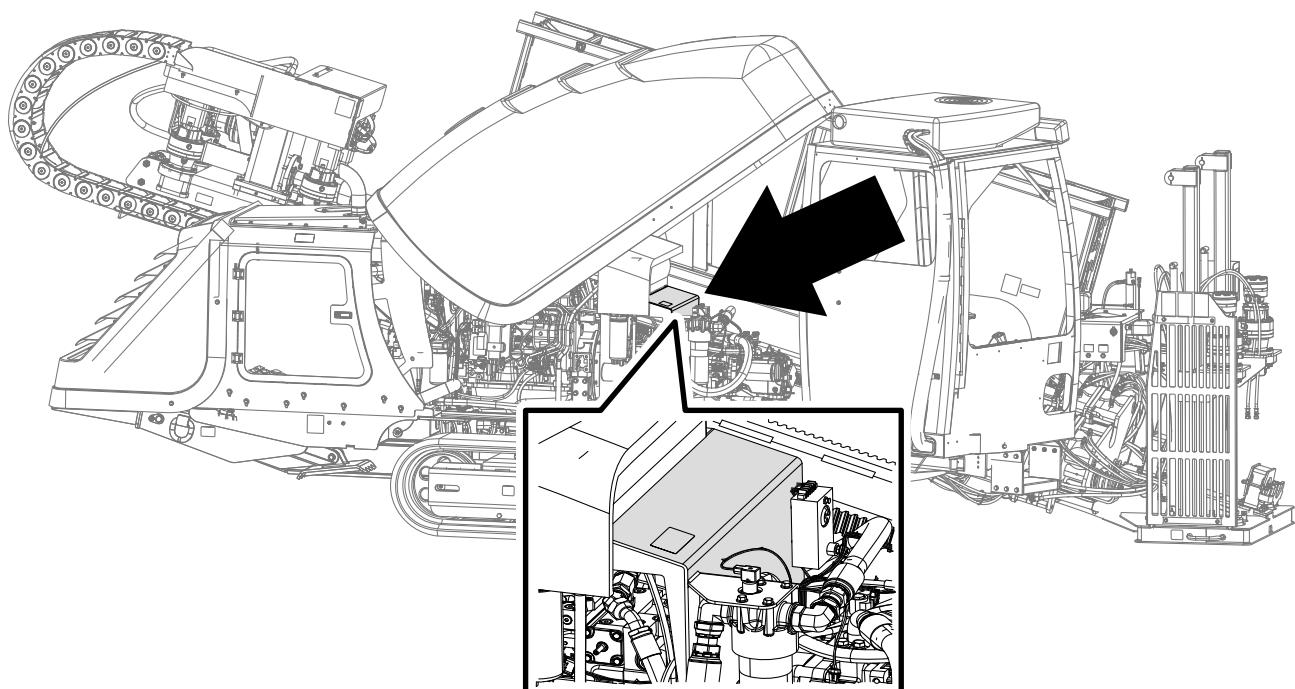
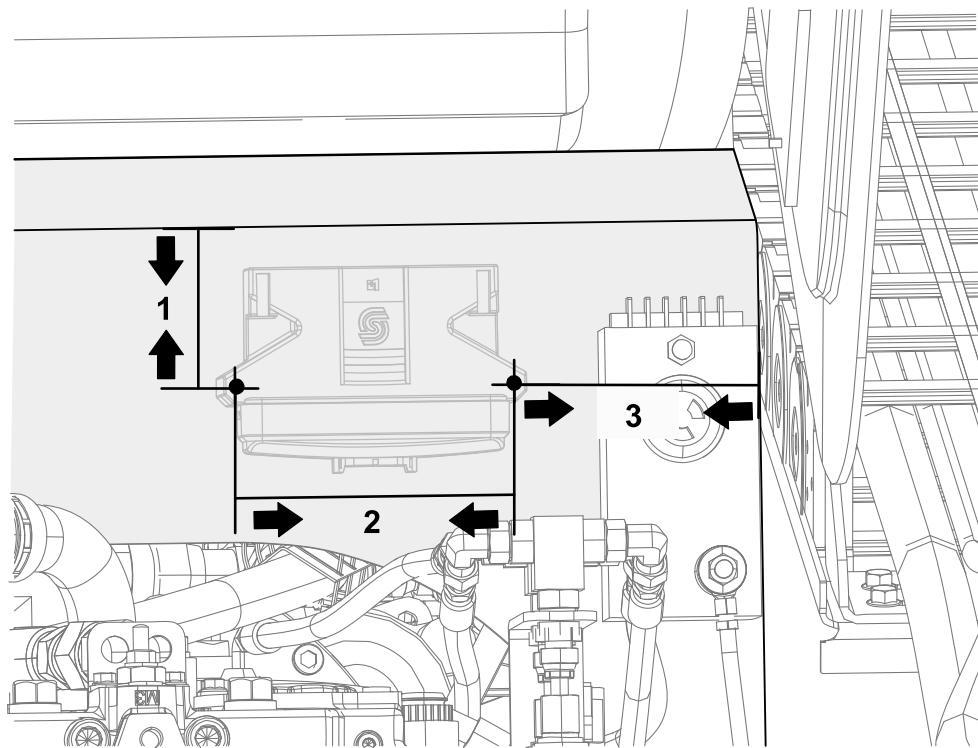
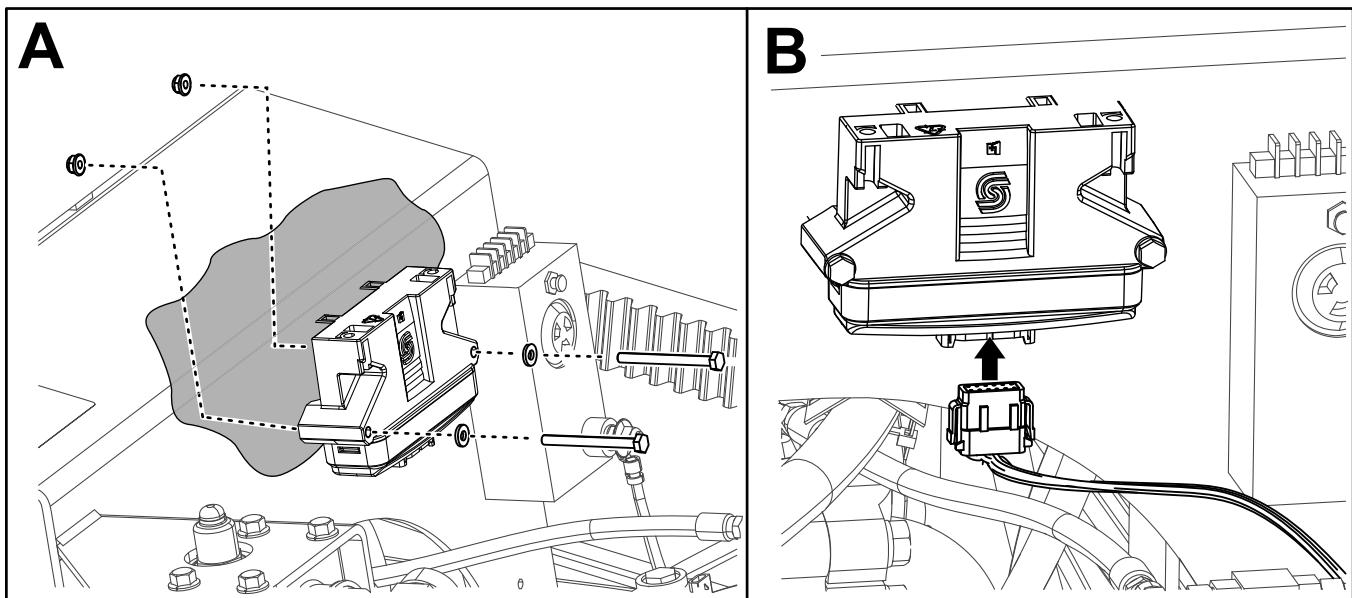

Bild 2
Bild 3
Bild 4
- Bohren Sie anhand den in Bild 3 aufgeführten Abmessungen zwei Löcher in die Abdeckung (Bild 2).
- Befestigen Sie den Mikroprozessor mit zwei Schrauben ($\frac{1}{4}$ " x $2\frac{3}{4}$ "), zwei Unterlegscheiben und zwei Muttern ($\frac{1}{4}$ ") an der Abdeckung (Bild 2), wie in Kasten A der Bild 4 dargestellt.
- Stecken Sie den Kabelbaum in den Mikroprozessor ein, wie in Kasten B der Bild 4 dargestellt.